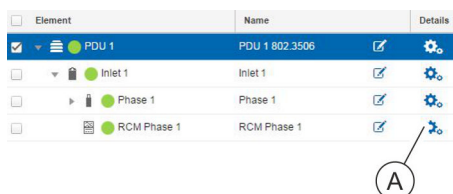

Abb. 120: Details des Elements "RCM" aufrufen
3. In der Registerkarte "Status" die Details der betreffenden Zuleitung (Element "RCM") aufrufen (Abb. 120/Ⓐ).